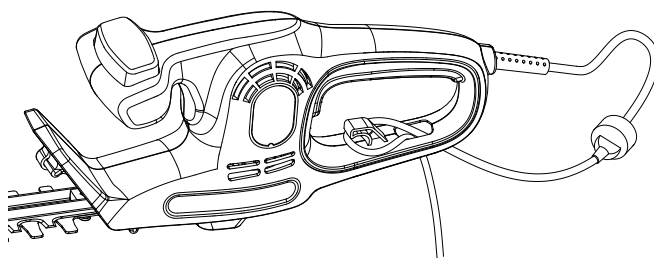

Abb. 2
3. Drücken Sie den vorderen Auslöseschalter, während Sie den hinteren Schalter gedrückt halten (Abb. 2).